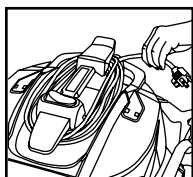

FIGURE 31
53. Enroulez le cordon d'alimentation sur le rebobineur logé sur le dessus du couvercle du réservoir, soit devant et derrière la poignée. **FIGURE 31.**